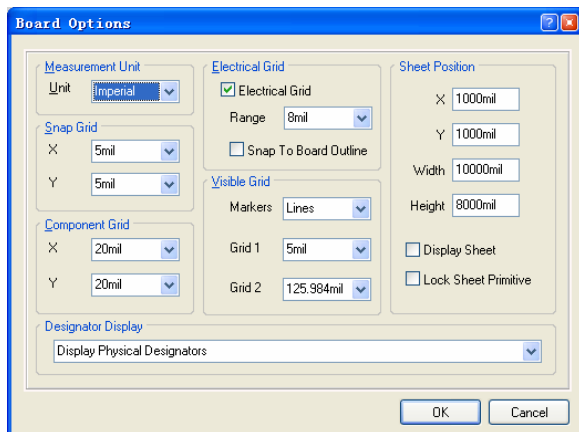
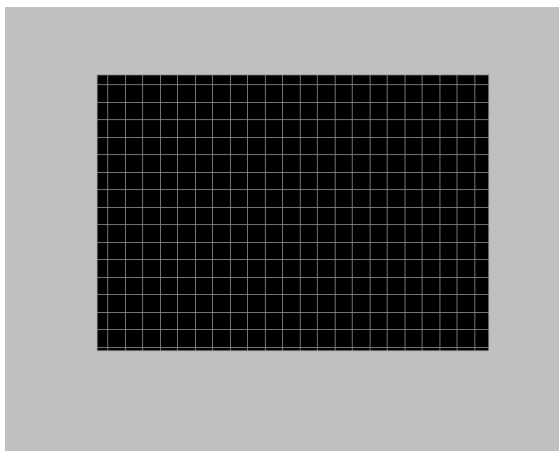

图 7.80 “Board Options”对话框
图 7.81 重新定义的 PCB 板区域
(1) 在主菜单中选择“Design”->“Board Options...”命令，打开如图 7.80 所示的“Board Options”对话框。
(2) 在如图 7.80 所示的“Board Options”对话框的“Measurement Unit”区域中设置“Unit”为“Metric”，勾选“Sheet Position”区域中的“Display Sheet”复选项，单击“OK”按钮。
(3) 在主菜单中选择“Design”->“Board Sharp”->“Redefine Board Sharp”命令，工作区 PCB 图纸中的 PCB 板变为绿色。
(4) 移动光标按顺序分别在工作区内坐标为（100，30）、（160，30）、（160，70）和（100，70）的点上单击，最后单击鼠标右键，绘制一个矩形区域。
(5) 单击鼠标右键，重新定义如图 7.81 所示的 PCB 板区域。